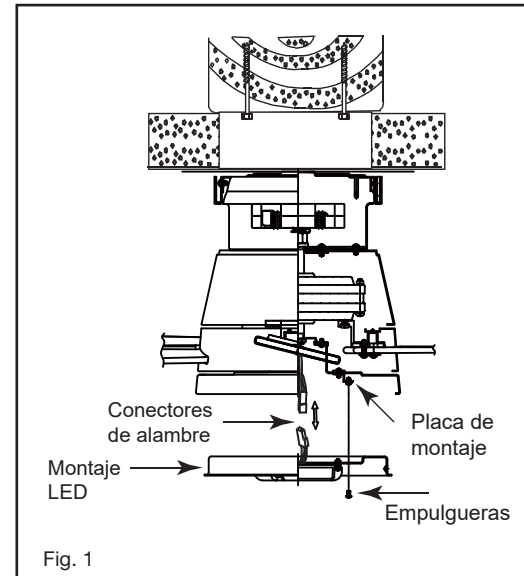

Fig. 1
- 1) Inserte el receptor en la parte superior de la carcasa del ventilador. (Fig. 1) Para un mejor rendimiento, asegúrese de que la Antena Negra, en el extremo del receptor, permanezca extendida y sin enredarse con ninguno de los cables eléctricos.